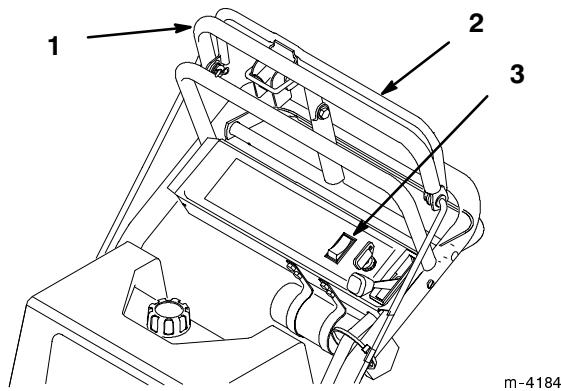

Figure 13
1. Tirer sur la barre de commande supérieure pour arrêter la machine (Fig. 13).
1. Relâcher la barre de commande des lames pour débrayer les lames (prise de force) (Fig. 13).